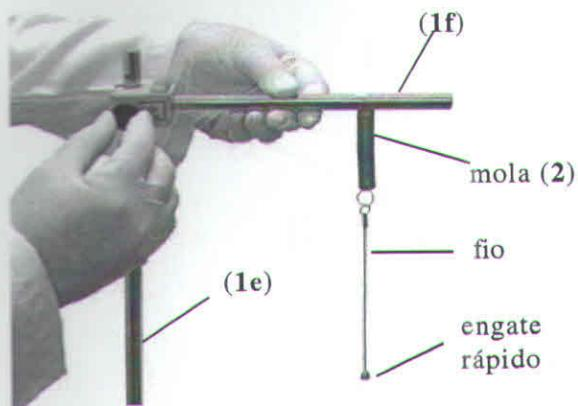

Figura 5
Fixe a haste com mufa (1f) na haste média (1e). Suspenda a mola I (2) pela haste média - Figura 5.